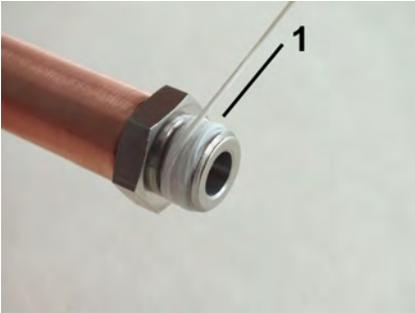

Abb. 9: Dichtfaden aufbringen
2.  Dichtfaden (Abb. 9/1) in Gewin-